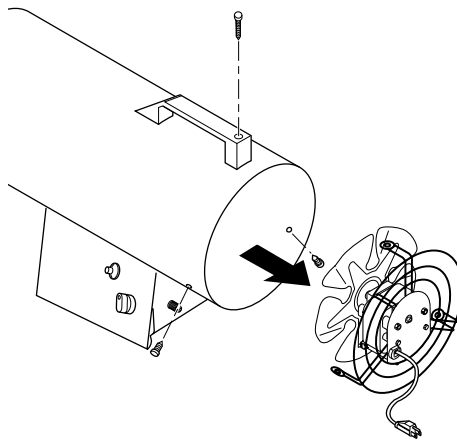

Figure 10 - Dépose du moteur et de la grille du ventilateur
2. Retirer le moteur et la grille de ventilateur du corps de l'appareil (voir la figure 10).